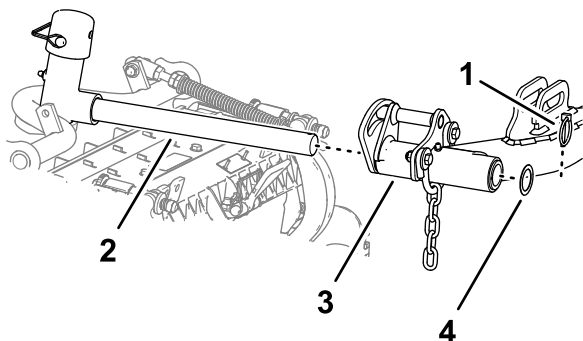

Bild 22
5. Schieben Sie ein Mähwerk unter den Hubarm (Bild 22).